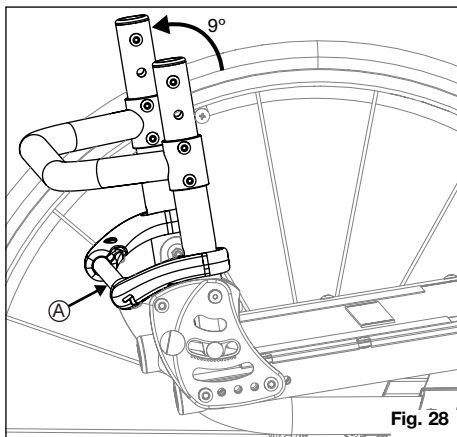

Fig. 28
Hvordan du kan bruke hvilestillingen (Fig. 28)
1. Len deg litt fremover for å avlaste låsesiftene, og trekk så utløserstaket opp (fig. 28:A) og len deg tilbake i hvilestillingen.